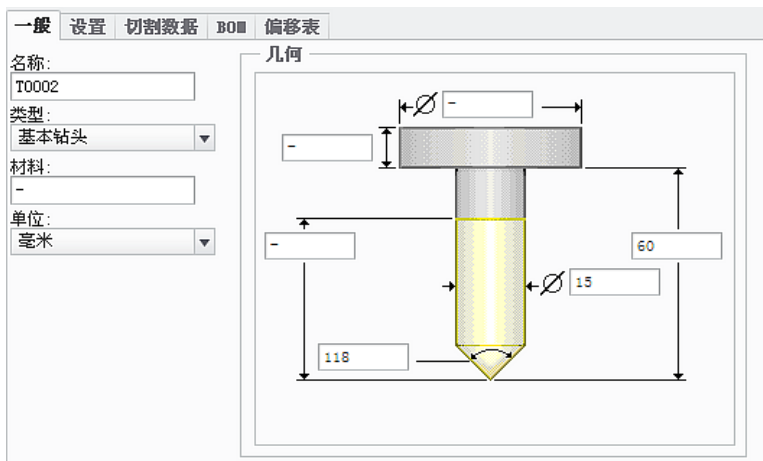

图 10.1.26 设定刀具一般参数
Step3. 在弹出的“刀具设定”对话框中, 单击“新建”按钮  设置新的刀具参数, 在 **一般** 选项卡中设置图 10.1.26 所示的刀具参数, 然后依次单击 **应用** 和 **确定** 按钮, 返回到“钻孔”操控板。